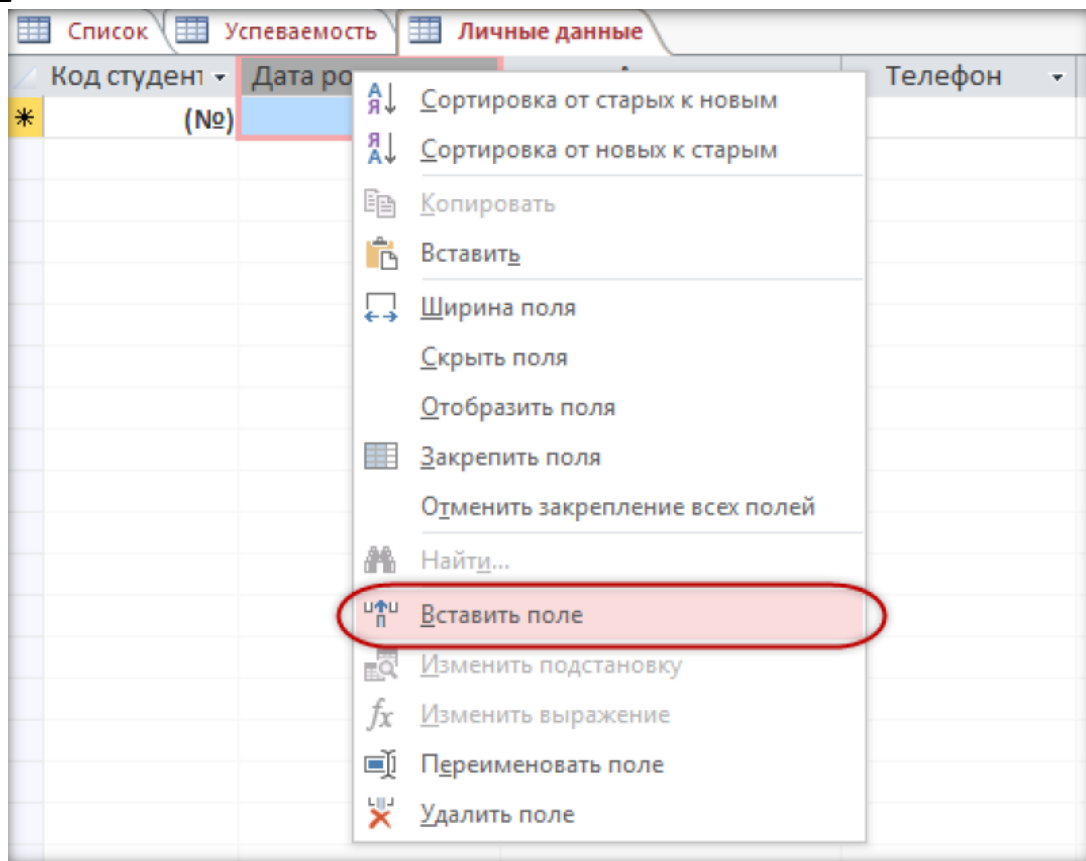

Рис. 22 – Вставить поле
- для добавления поля в режиме «Таблица» воспользуйтесь контекстным меню: выберите поле, перед которым будет расположено новое, и выполните щелчок правой кнопкой мыши по названию поля и выполните команду «Вставить поле» рис. 22